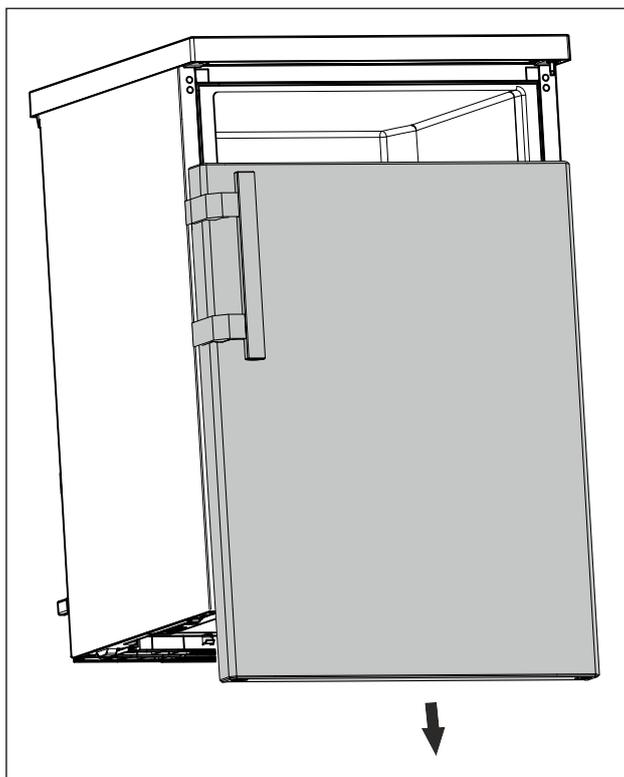

Fig. 17
- ▶ Tür nach unten abnehmen. (siehe Fig. 17)